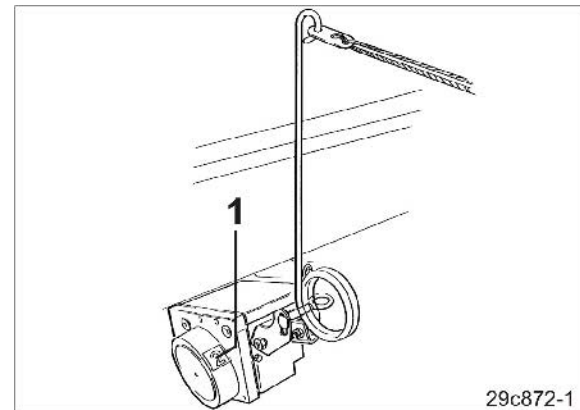

図 87
- 制御ボックスは適切なつめ車 (図 87/1) 装備していなければなりません